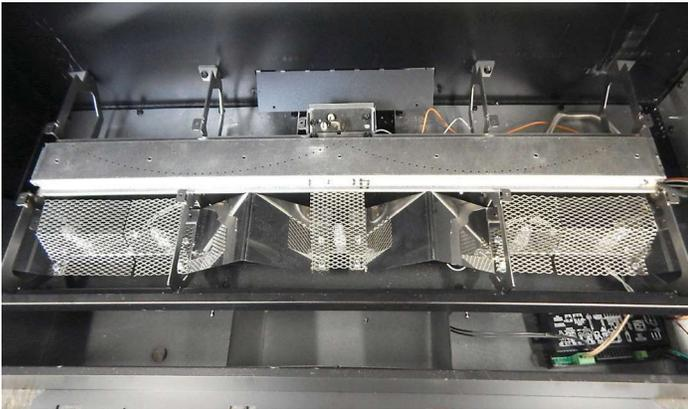

Figure 16
20. La **Figure 16** illustre une vue de la mise en place finale de la trousse d'éclairage LK9 dans le foyer de modèle DVLL36BP.